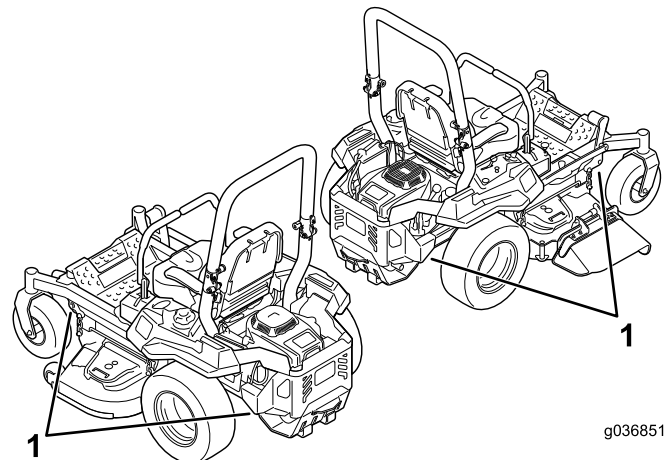

Bild 35
5. Befestigen Sie die Maschine mit den Vergurtungsschleifen aus Metall, Ketten, Kabel oder Seilen am Anhänger oder Pritschenwagen (Bild 35).